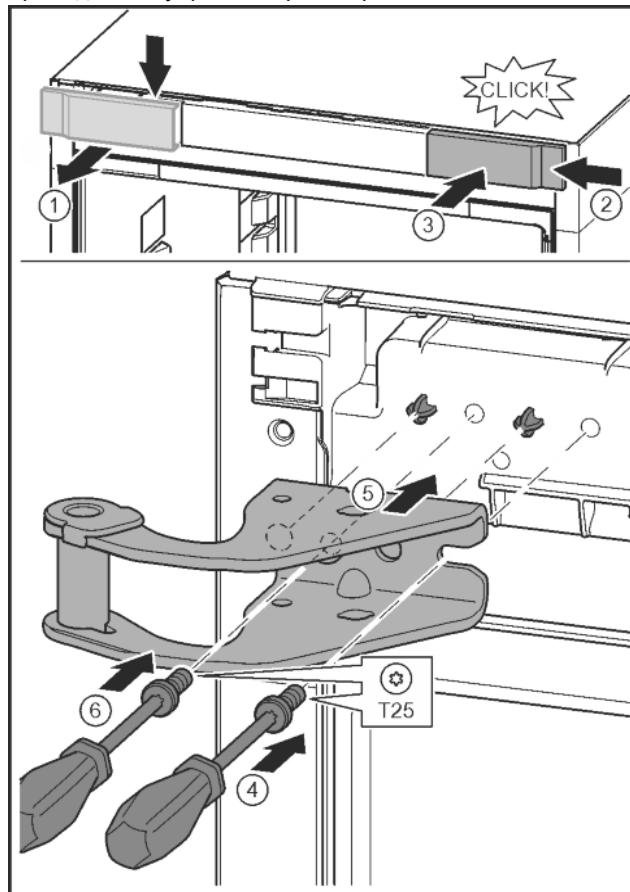

Fig. 11
- Отпустить крышку и снять сбоку. Fig. 11 (1)
- Навесить крышку, повернув ее на 180°, справа с другой стороны. Fig. 11 (2)
- Крышку зафиксировать. Fig. 11 (3)
- Установить винт отверткой T25. Fig. 11 (4)
- Установить верхний опорный кронштейн. Fig. 11 (5)
- Затянуть винт. Fig. 11 (4)
- Вставить и затянуть винт отверткой T25. Fig. 11 (6)